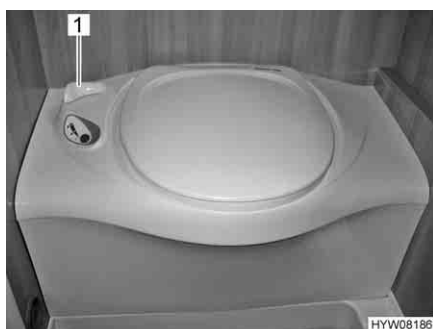

Fig. 154 Toilette Thetford
- Prima di tirare l'acqua, aprire il cursore della toilette Thetford. A tal fine ruotare la leva del cursore (Fig. 154,1) in senso antiorario.
- Dopo aver tirato l'acqua chiudere il cursore. Ruotare la leva del cursore (Fig. 154,1) in senso orario.